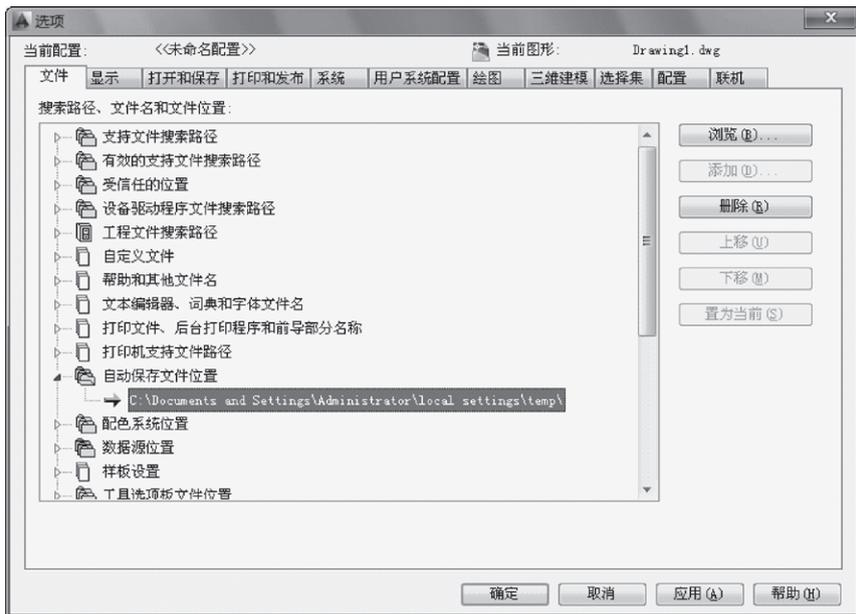

图 1—6 修改文件的保存位置
(3) 在“文件安全措施”选项组中可修改临时文件的扩展名, 默认为 ac\$。
(4) 切换到“文件”选项卡, 选中“自动保存文件位置”选项, 单击“浏览”按钮, 在弹出的对话框中选择要保存的位置后单击“确定”按钮即可修改文件的保存位置, 如图 1—6 所示。
状态托盘包括一些常见的显示工具和注释工具, 以及模型空间与布局空间转换工具, 如图 1—7 所示。利